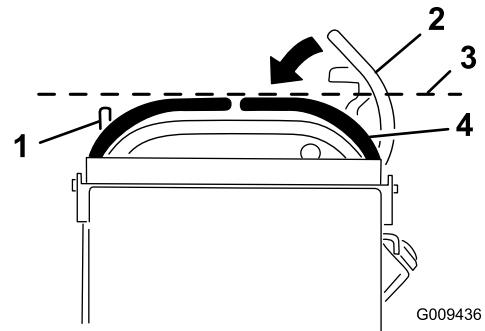

図 68
3. 右側走行コントロールレバーを、ニュートラルロック位置から運転位置へ降ろす図 68。
4. 右側走行コントロールレバーと左側走行コントロールレバーの水平整列状態を見る図 68。